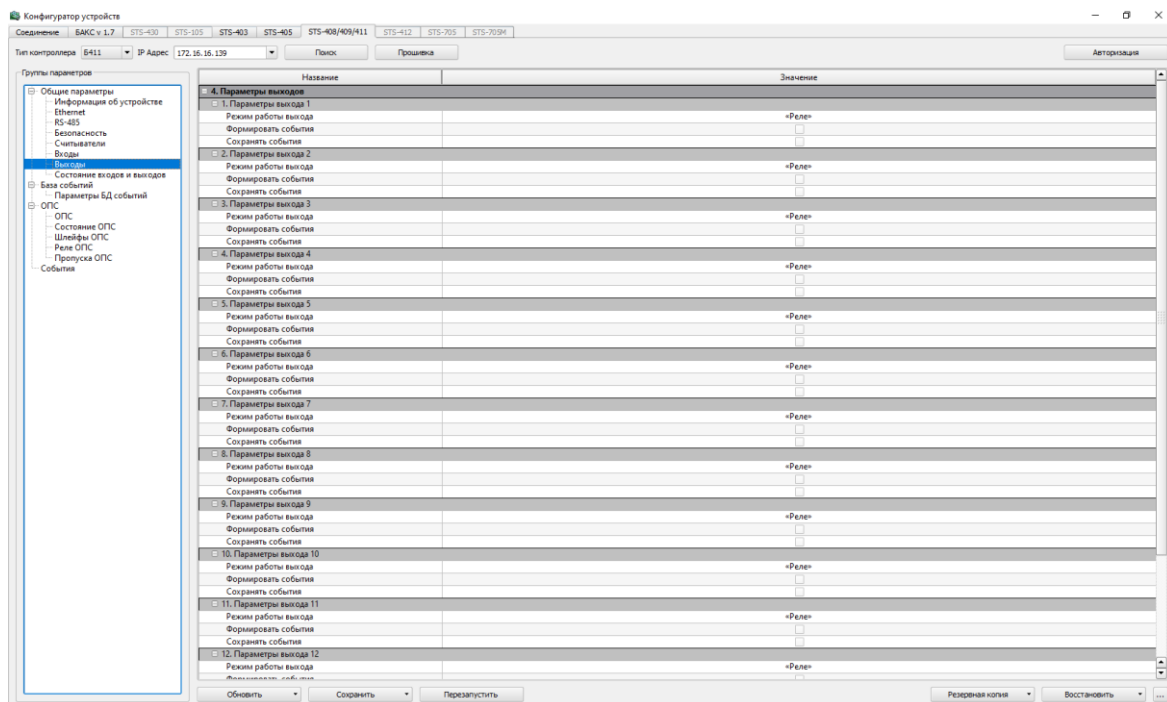

Рисунок 17 – Выходы
– Выходы – параметры выходов контролера (рисунок 17).